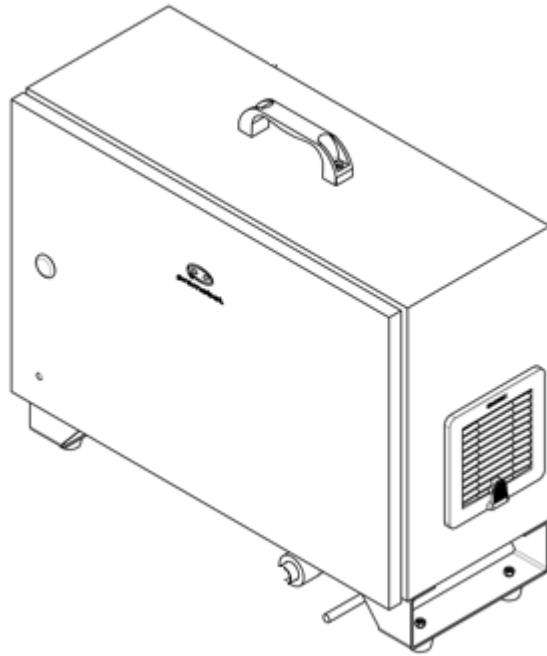
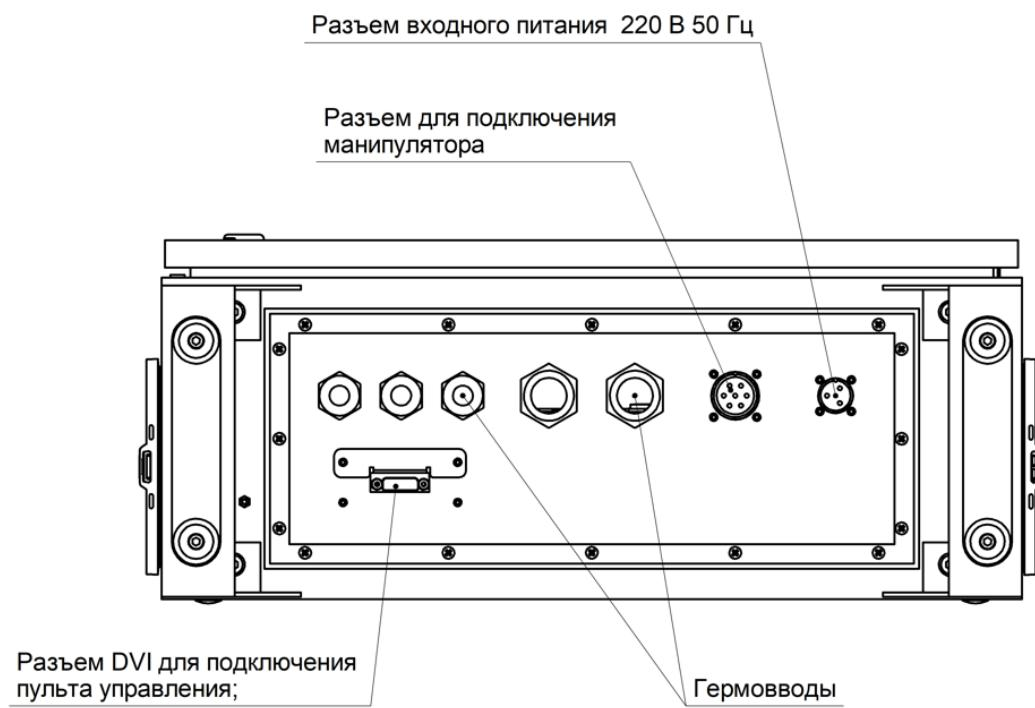

Рисунок I-9 – Шкаф управления Promobot M13
Рисунок I-15 – Расположение разъема подключения манипулятора и гермоввода для прохода кабеля пульта управления
Шкаф управления Promobot M13 (см. Рисунок I-9) выполняет функции питания, управления, обеспечивает безопасность работы и позволяет манипулятору интегрироваться с внешними системами автоматизации. Для обеспечения данного функционала шкаф управления содержит группы электрических интерфейсов – входы и выходы шкафа управления. Все внешние подключения должны осуществляться исключительно через гермоводы разных диаметров, обеспечивающие защиту корпуса шкафа от проникновения пыли и жидкостей (см. Рисунок I-15).
П р и м е ч а н и е – Положение разъемов и гермоводов может отличаться от представленного на рисунке (см. Рисунок I-15).
2. Подключите кабель манипулятора к шкафу управления и к манипулятору (см. Рисунок I-15).